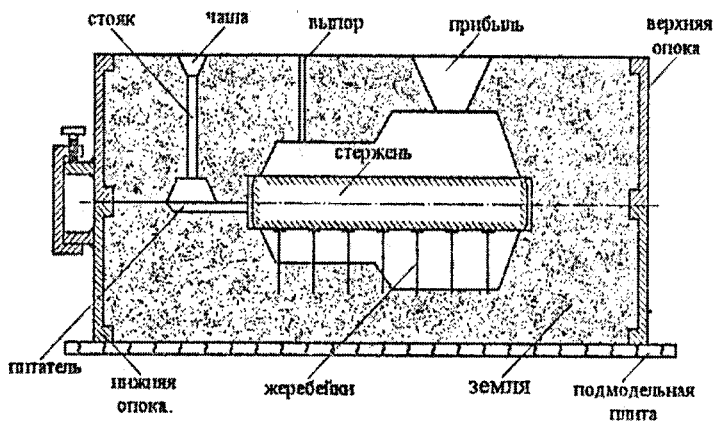

Рисунок 3.1 – Эскиз литейной формы в сборе
5.3. Рисунок 3.1 – Эскиз отливки.